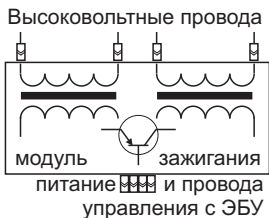

Рис. 3
- к управляющему проводу модуля зажигания, рис. 3